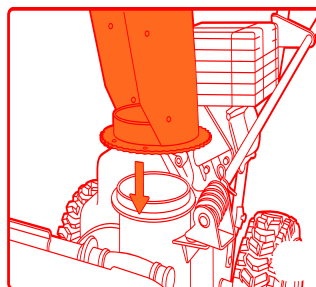

Рис. 8
- Установите желоб на отверстие выброса снега, закрепите болтами (Рис.8).